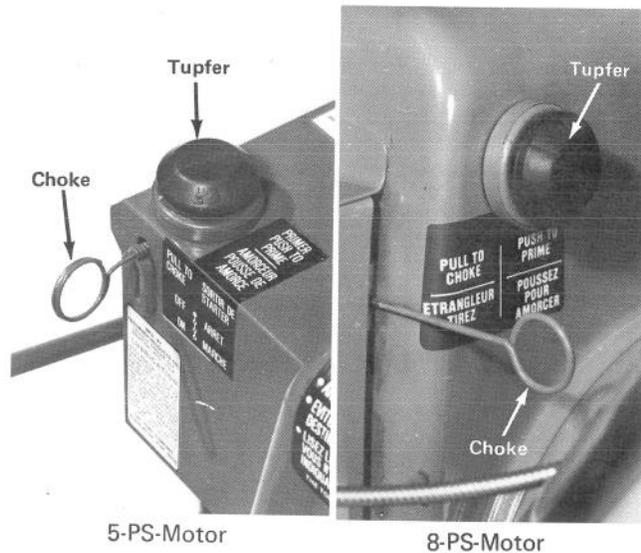

Abb. 21
- Den Choke bis zum Anschlag betätigen (Abb. 21).
- Den Tupfer fünf Mal betätigen (Abb. 21).
- Wenn der Motor angesprungen ist, den Choke sofort in 3/4 Stellung bringen (Abb. 21). Bei zunehmender Erwärmung des Motors den Choke zunächst auf 1/2 und dann auf AUS stellen. Wenn der Motor stottert, den Choke wieder auf 1/2 und dann auf AUS stellen, sobald er genügend warm ist.